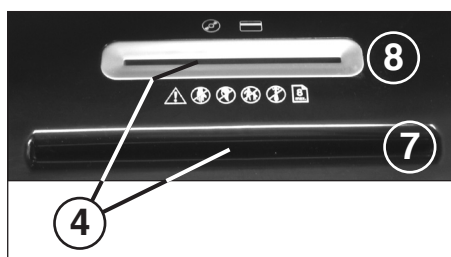

Fig. 2
- 4 = Lichtslot (bij vooruit draaien) (Fig. 2)**
- 7 = Papiertoevoergleuf (Fig. 2)**
- 8 = Veiligheidstoevoergleuf (Fig. 2)**
**Papier** voert u in via de papiertoevoergleuf (7) (Fig. 2).
**Gegevensdragers** (cd's, dvd's of creditcards) voert u in via de aparte veiligheidstoevoergleuf (8) (Fig. 2).